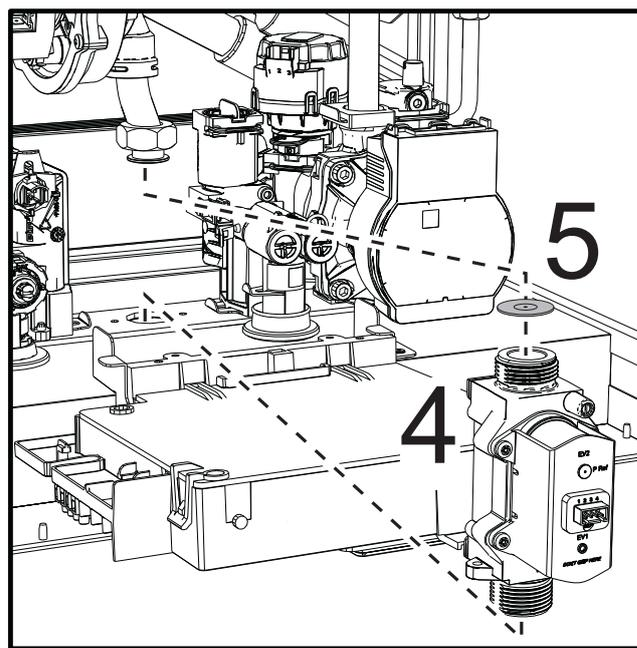

рис. 45
- Извлеките газовый клапан 4 и газовую диафрагму 5 (рис. 45).